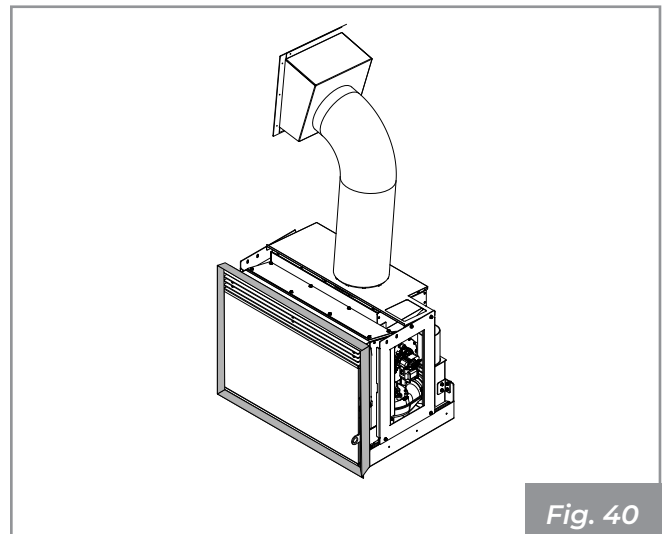

Fig. 40
- Marcos de acabado para pladur (**Fig. 40**).